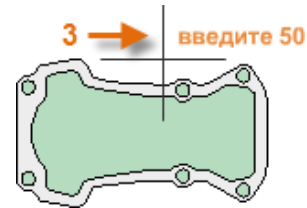

Рисунок 4.15 – Результат подовження
Для цього виконайте команду **РАСТЯНУТЬ** (або введіть **Р** в командному рядку) і оберіть об'єкти за допомогою січної рамки (1 і 2), як показано на рисунку 4.14. Використання січної рамки є обов'язковим. Розтягується тільки геометрія, яка перетинається січною рамкою. Потім клацніть у будь-якому місці креслення (3), перемістивши курсор праворуч і введіть необхідну відстань у поле **Расстояние**, наприклад 50 мм (рис. 4.15).